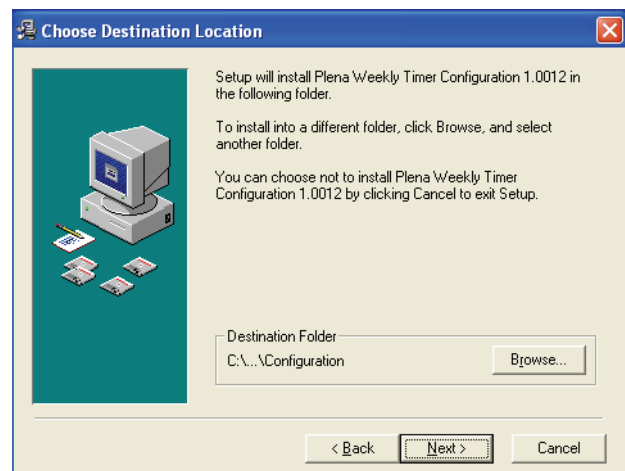

figura 8.2: Seleccionar ubicación de destino
- 2 Siga las instrucciones de la ventana y a continuación haga clic en [Next]. Se mostrará una ventana similar a la de figura 8.2.